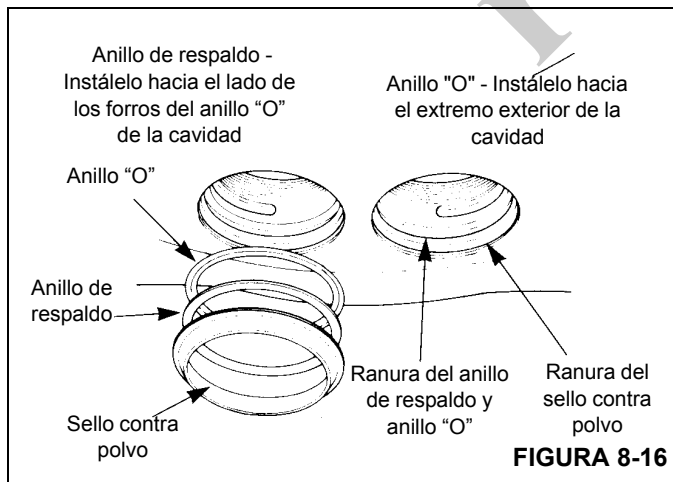

FIGURA 8-16
3. Instale un sello contra polvo nuevo en la acanaladura superior de la cavidad. Consulte la (Figura 8-16).